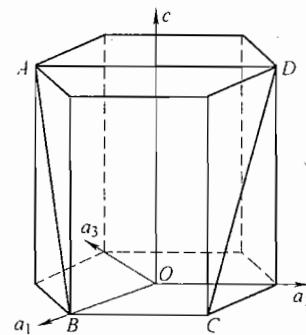

图 43-1 第二题第 2 小题图
2. (4分) 写出图43-1所示六方晶胞内 $ABCDA$ 晶面的密勒-布拉菲晶面指数，以及 $\overline{AB}$ 、 $\overline{BC}$ 、 $\overline{CD}$ 晶向的密勒-布拉菲晶向指数。